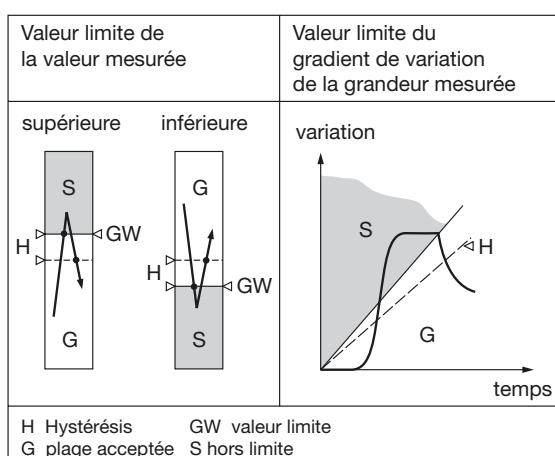

Fig. 3
– Pour surveiller une valeur haute ou basse de la grandeur mesurée située entre -10 et +110%² (voir fig. 3 à gauche)
entre ± 1 et ± 50%/s (voir fig. 3 à droite)